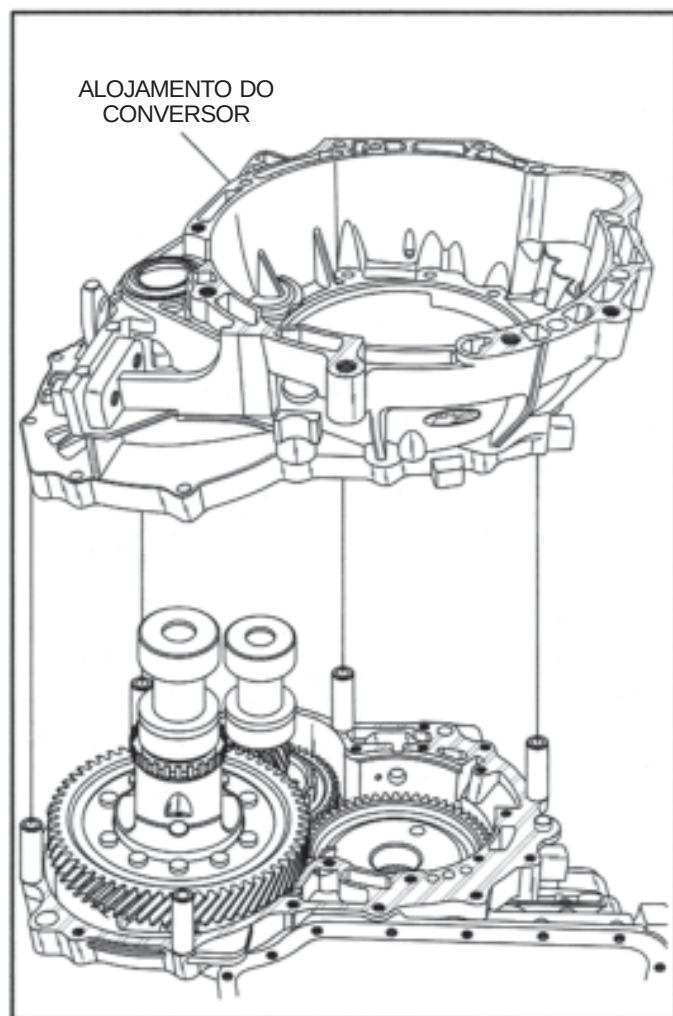

Figura 140A
59. Remova os 6 parafusos e retire da transmissão o alojamento do conversor (Vide Figura 140A).